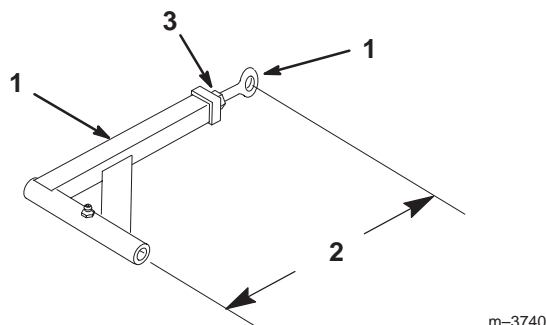

Figure 57
9. Si la poulie de renvoi fixe touche l'extrémité de la fente de réglage et si la courroie a besoin d'être tendue davantage, il est possible de modifier légèrement la longueur des bras de poussée (Fig. 57).